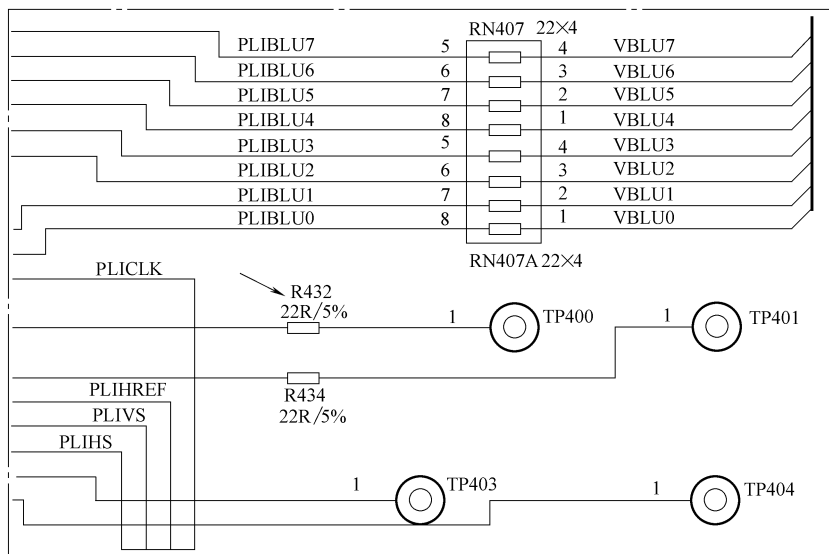

图 5-32 电阻 R432 相关电路截图
2) 在有电台信号输入该机时出现无图像、蓝屏的现象有以下几种可能: ①高频头无正常的视频信号输出; ②高频头与 FB 板之间的视频信号通道以及 CPU 控制 AV 板视频转换电路出现故障; ③电台识别电路 (包括 FB 板、V422、V406、V405 组成的同步信号处理电路、CPU 板) 故障。
3) 电阻 R432 相关电路截图如图 5-32 所示。